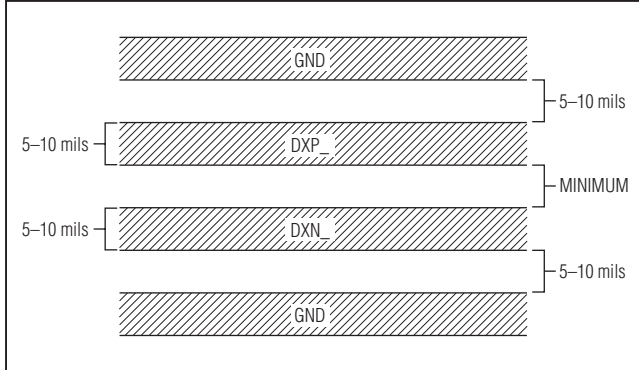

图5. 推荐的DXP_至DXN_ PCB走线, 如果在DXN_和DXP_走线附近有高压走线, 建议采用两个外部保护带
- 3) 使DXP_和DXN_走线保持平行并尽量靠近。应该用每对平行的走线连接一个远端二极管。使这些走线远离高压走线, 例如 $+12\text{V}$ 直流。由于DXP_和地之间 $20\text{M}\Omega$ 的泄漏通路即可引起大约 $+1^{\circ}\text{C}$ 的误差, 所以必须严格处理PCB污染引起的漏流。如果不可避免使用高压走线, 请将DXP_至DXN_引线两侧的保护带连接到GND(图5)。